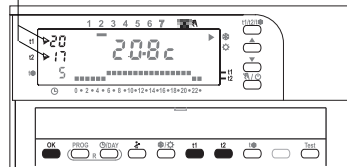

fig. 16
- a) **To store both temperature limits:** press **t1**, then press **t2**; the relative values will be fixed on the display with the indicators ► blinking alongside (fig. 16). Press **OK** to confirm: the chronothermostat will revert to the currently activated program.
- a) **Pour fixer les deux limites de température:** appuyer sur la touche **t1**, puis sur la touche **t2**; l'afficheur bloque les valeurs respectives accompagnées des indices ► qui clignotent (fig. 16). Appuyer sur la touche **OK** pour confirmer: le chronothermostat revient au programme de fonctionnement en cours.
- a) **Um beide Temperaturgrenzen festzulegen:** betätigen Sie die Taste **t1**, und anschließend **t2**; auf der Anzeige stehen nun neben den blinkenden Pfeilen ► die jeweiligen Werte (Abb. 16). Zur Bestätigung drücken Sie die Taste **OK**: der Zeitthermostat stellt auf den aktuellen Betrieb zurück.
- Per fissare entrambi i limiti di temperatura:** premere il tasto **t1**, quindi premere il tasto **t2**; sul display si bloccano i rispettivi valori con a fianco gli indici ► lampeggianti (fig.16). Premere il tasto **OK** per confermare: il cronotermostato torna al programma di funzionamento in corso.
- Para fijar ambos límites de temperatura:** presionar la tecla **t1**, y luego la tecla **t2**; en el display los valores se bloquean y los índices ► que están al lado parpadean (fig.16). Presionar **OK** para confirmar: el cronotermostato vuelve al programa que se está utilizando.